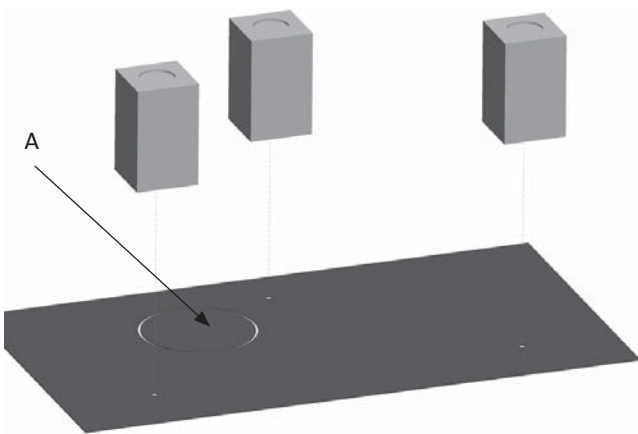

Fig. 6
2. Leg het product voorzichtig op zijn achterkant (**Fig. 6**). U kunt de kartonnen verpakking op de vloer leggen om deze tegen krassen e.d. te beschermen.